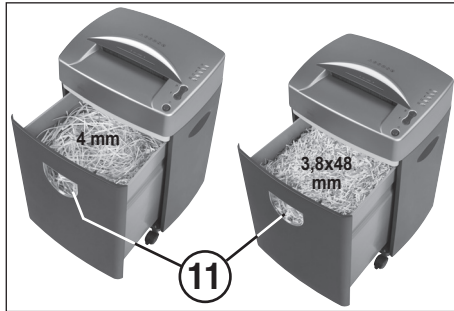

fig. 3
DU RÉCIPENT COLLECTEUR (figure 3) :
Il faut vider le récipient collecteur lorsque le matériel décheté apparaît dans la fenêtre de contrôle de niveau (11) (figure 3).
POUR VIDER LE RÉCIPIENT (Fig. 3):